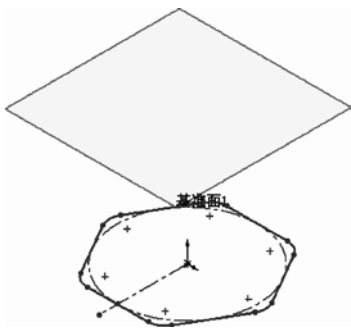
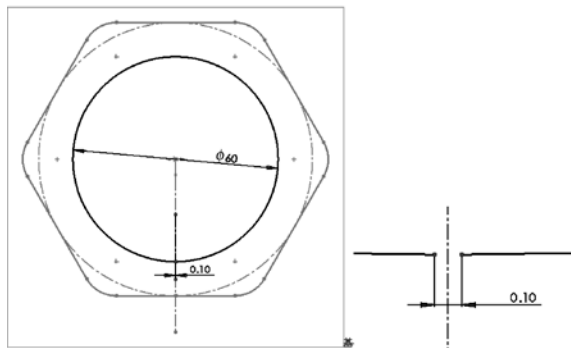

图 7-62 生成基准面
图 7-63 绘制开环的圆草图
3) 绘制第二个草图。执行“插入”→“参考几何体”→“基准面”菜单命令, 或者单击“参考几何体”工具栏中的“基准面”按钮, 弹出“基准面”属性管理器, 在“第一参考”栏中选择上视基准面, 输入距离值 80.00mm, 生成与上视基准面平行的基准面, 如图 7-62 所示。使用上述相似的操作方法, 在圆草图上绘制一个 0.10mm 宽的缺口, 使圆草图为开环, 如图 7-63 所示, 然后单击“退出草图”按钮。